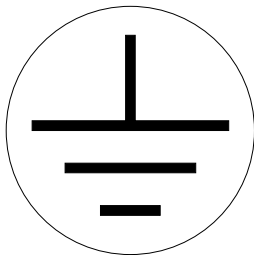

Ilustración 2.18 Símbolo de conexión a tierra
5. Conecte los tres cables de alimentación (L1, L2, L3) y el cable PE a sus respectivos terminales. El cable PE está marcado con el símbolo que aparece en la *Ilustración 2.18*.